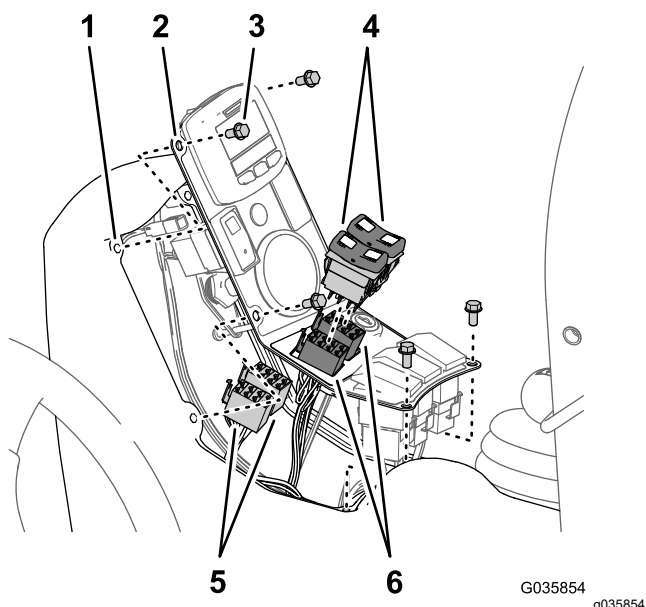
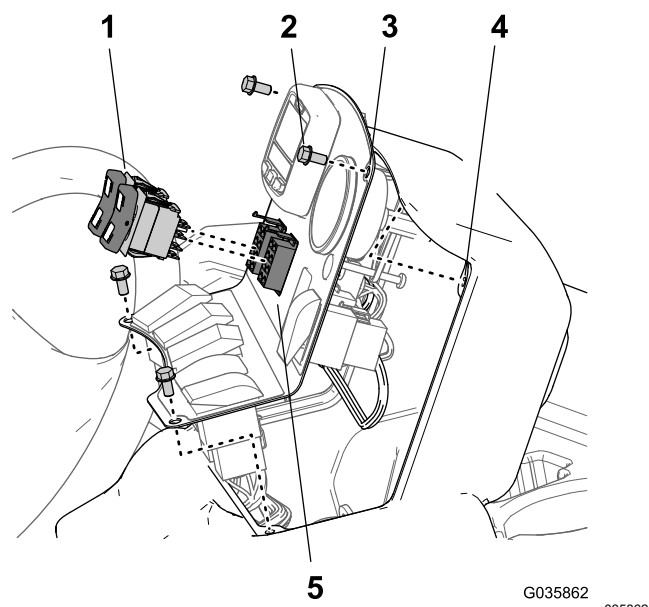

Figura 36
Figura 37
1. Retire los 4 pernos con arandela prensada ($\frac{1}{4}$ " x $\frac{1}{2}$ ") que sujetan el panel de interruptores a la consola central y levante el panel (Figura 36 o Figura 27).
- Desconecte los conectores hembra de 8 vías del arnés de cables de la máquina de los interruptores de elevación de brazos (Figura 37 o Figura 36).
- Conecte los interruptores basculantes en los conectores hembra de 8 vías del arnés de cables del kit de acabado del brazo Ultra Sonic Boom (Figura 36 o Figura 37).
- Alinee los taladros del panel de interruptores con el bastidor de la consola (Figura 36 o Figura 37).
6. Fije la cubierta lateral en la consola central con los 4 pernos con arandela prensada ($\frac{1}{4}$ " x $\frac{1}{2}$ ") (Figura 36 o Figura 37) que retiró en el paso 1.